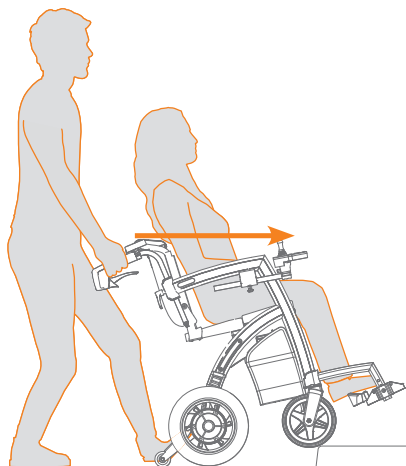

Figura 58: Salire su un marciapiede su un marciapiede.
- b. Tirare lentamente la sedia a rotelle all'indietro in modo che le ruote degli ausili ribaltabili salgano sul marciapiede (**Figura 58**). Invertire fino a quando tutte le ruote hanno scalato il marciapiede.
Per salire su un marciapiede su un marciapiede (**Figura 58**):